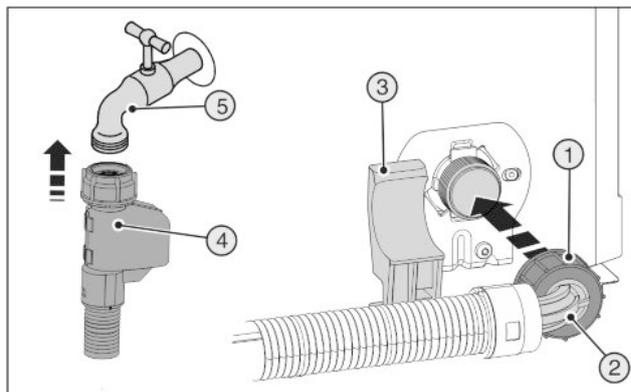

Fig. 20
- ▶ Collegare l'estremità diritta del tubo flessibile Fig. 20 (4) al rubinetto d'intercettazione Fig. 20 (5).